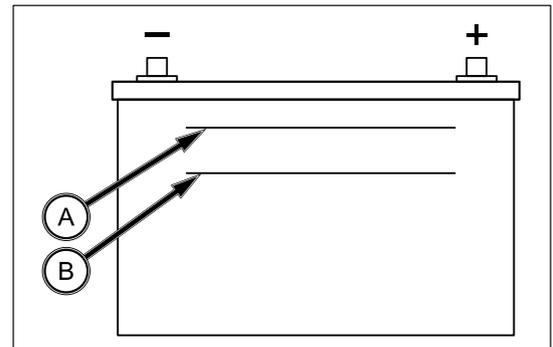

FIG. 120
FIG. 120: Hay que comprobar el electrolito de la batería. Asegúrese de que el nivel del electrolito está situado entre la marca superior (A) y la inferior (B). Si el nivel está por debajo de la marca inferior, añada agua destilada.